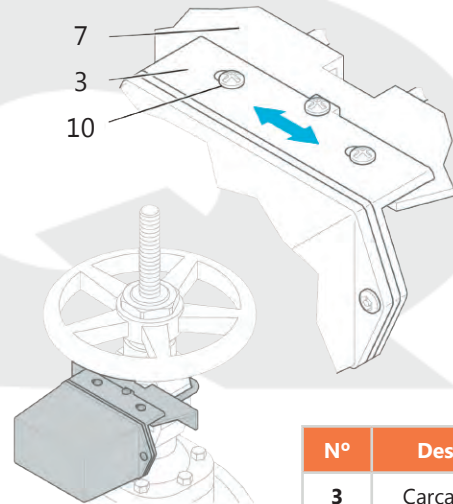

Figura 3.
**Paso 3.** Coloque el interruptor con el soporte cerca del volante como se muestra en la figura 3. Evite crear un punto de pellizco entre el volante y el interruptor.
**Paso 8.** Para realizar los ajustes finales, afloje los dos tornillos en el soporte y utilice el micro ajuste como se muestra en la figura 3. Los ajustes finales se completan cuando con la válvula en la posición abierta, no haya continuidad entre los terminales COM y NO, y los émbolos estén presionados por el actuador.